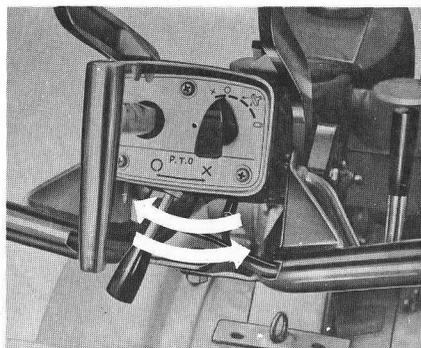

Fig. 14
- La prise de force fonctionne quand le levier de la prise de force est poussé vers la gauche (marque O). Elle s'arrête quand le levier est poussé à l'extrême droite (marque X), se référer à la fig. 14.